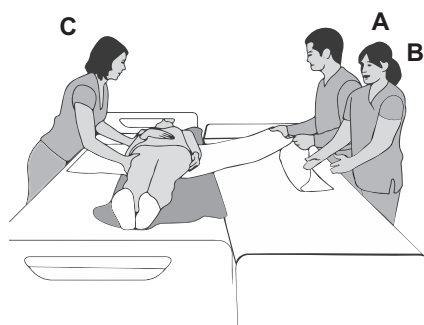

Figure 14
6. (Soignants A et B) Au même moment, tirez sur le drap de traction et sécurisez le transfert en vous tenant du côté réception. **(Voir Figure 14)**